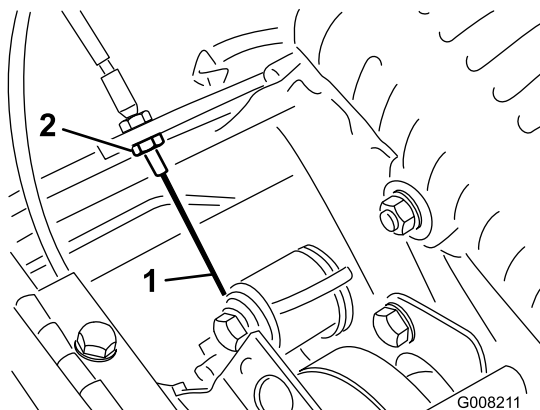

Figure 42
3. Pour accroître la tension du câble, desserrez l'écrou de blocage avant et serrez l'écrou de blocage arrière (Figure 42) jusqu'à ce qu'une force de 3 à 4 kg soit requise pour engager la transmission aux roues.